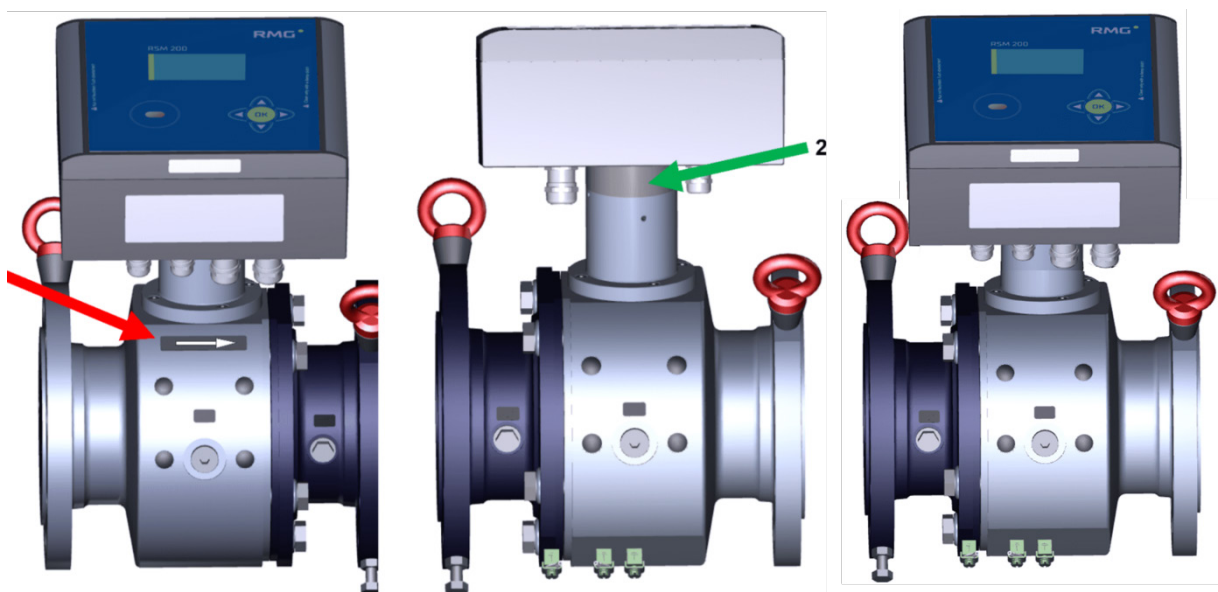

Abbildung 8: Drehen des Displays
Das RSM 200 wird in 2 Versionen angeboten; erstens, das Display ist Ihnen zugewandt und die Durchflussrichtung ist von der linken Seite zur rechten Seite. Zweitens, die Durchflussrichtung ist umgekehrt. In der *Abbildung 8: Drehen des Displays* zeigt der rote Pfeil (1) die Durchflussrichtung bei der Version 1 an. Das Display ist dabei nach vorne unten geneigt, dadurch läuft Regenwasser ab und die Ablesbarkeit von vorne ist verbessert.